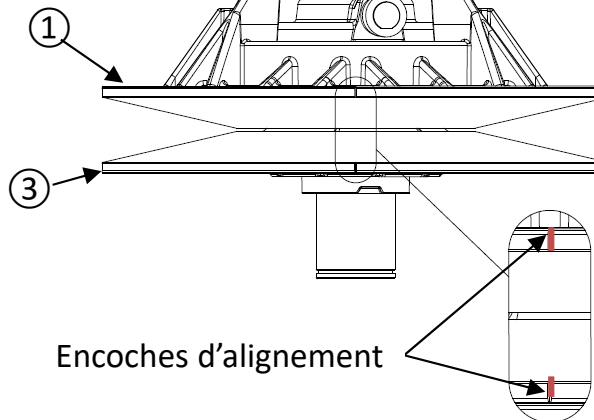
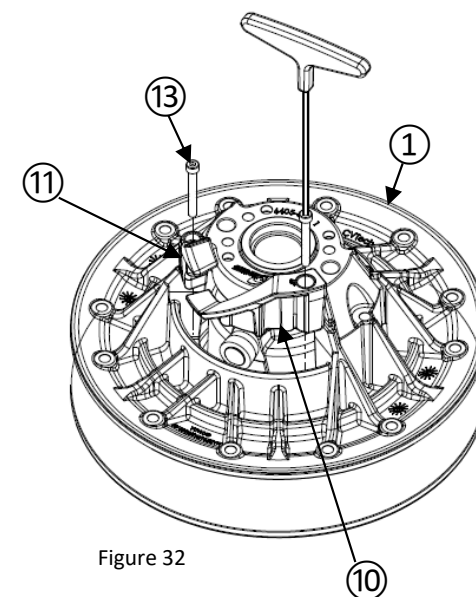

Figure 31
Figure 32
- Insérer le flasque coulissant (3) sur le flasque fixe (1) et assurez-vous que les encoches d'alignement sont alignées (voir figure 31).
- Insérez les 2 rampes avant (10) et les 2 hélices (11) dans le flasque fixe (1).
- Serrez les 4 vis (13) à 3,5 Nm (voir figure 32) à l'aide de la clé hexagonale de 3mm.